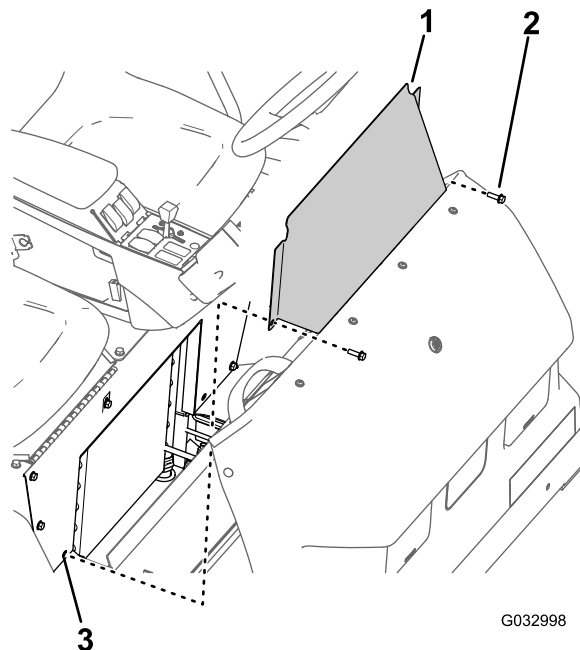

Bild 60
- Entfernen Sie die zwei Bundkopfschrauben, mit denen die Abdeckplatte am Sitzunterteil befestigt ist (Bild 60).
- Nehmen Sie die Abdeckplatte am Sitzunterteil von der Maschine ab (Bild 60).
- Fluchten Sie die Löcher in der Abdeckplatte des Sitzunterteils mit den Löchern im Sitzunterteil aus (Bild 60).
- Befestigen Sie die Abdeckplatte des Sitzunterteils mit den zwei Bundkopfschrauben (Bild 60) am Sitzunterteil, die Sie in Schritt 1 in Entfernen der Abdeckplatte am Sitzunterteil (Seite 53) entfernt haben.